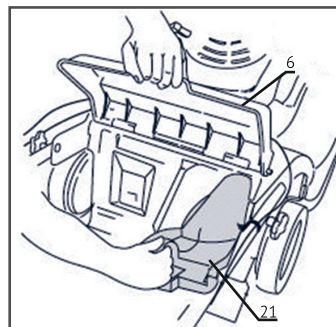

рис. 4
Мульчирующая заглушка повышает эффективность работы при мульчировании. Перед установкой мульчирующей заглушки поднимите заднюю крышку (6) и снимите травосборник. Поднимите заднюю крышку и установите заглушку (21) как показано на рис.4.
Заднюю крышку можно зафиксировать в приподнятом положении при помощи заглушек, как показано на рис.4.